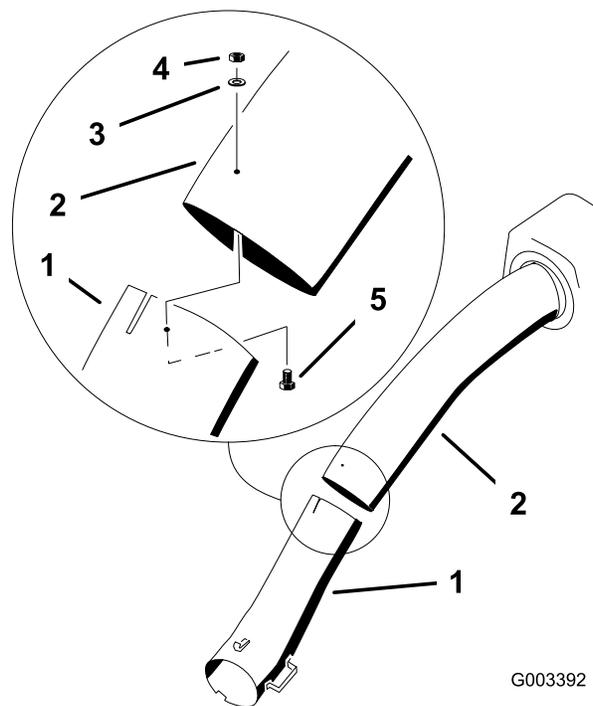

Figura 55
14. Una los tubos superior e inferior con pernos (N° 10 x 3/4"), arandelas planas, y 3 contratuercas, según se muestra en la figura Figura 55.